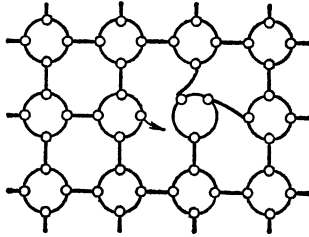

Рис. 12. Здесь в кристаллической решетке полупроводника имеется трехвалентный примесный атом, который стремится притянуть к себе электрон от соседнего атома.
**Л.** — Разразившийся скандал будет ничуть не меньше, чем в случае со слишком многочисленными семьями. Этот трехвалентный атом образует валентные связи с тремя соседними атомами, а в районе четвертого атома образуется брешь, или дырка, которую легко мог бы заполнить какой-нибудь посторонний электрон (рис. 12).